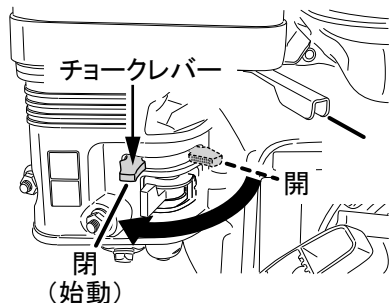

図 10
2. エンジンが冷えている時や始動しにくい場合はのチョークレバーを閉じてください。必要以上にチョークレバーを全閉のまましておきますと燃料の吸い込み過ぎとなります。(図10)